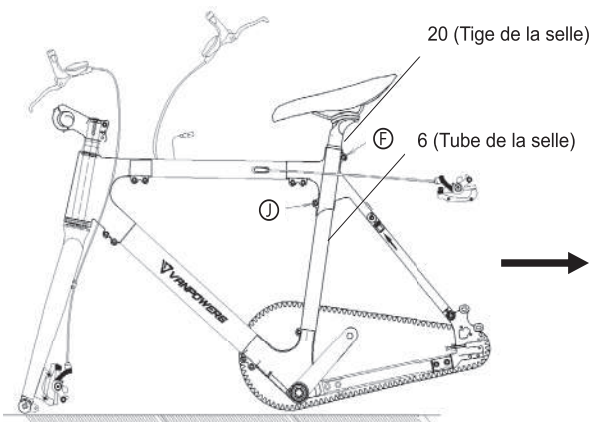

Figure 25-1.
a. Insérez la pièce 20, avec la selle installée, dans la pièce 6, comme le montre la Figure 25-1. Ne verrouillez pas encore les boulons ① et ②.